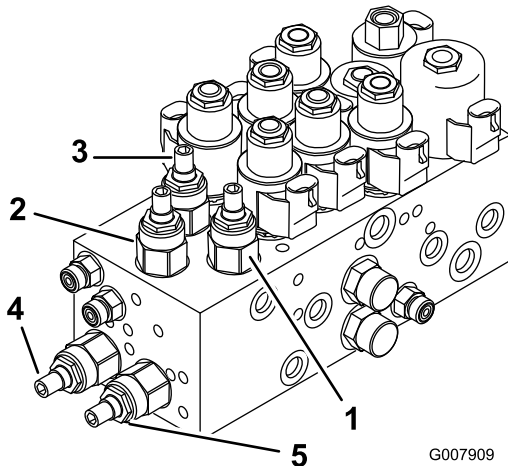
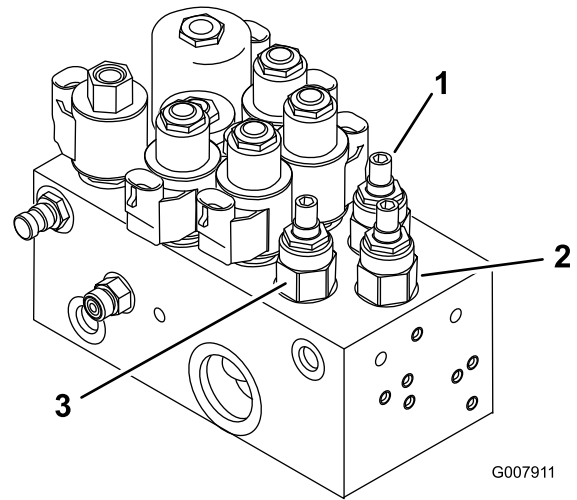

Figure 85
Figure 86
1. Repérez les vannes sur le collecteur de relevage afin de régler le(s) plateau(x) de coupe voulu(s) (Reportez-vous au tableau et aux Figure 85 et Figure 86).